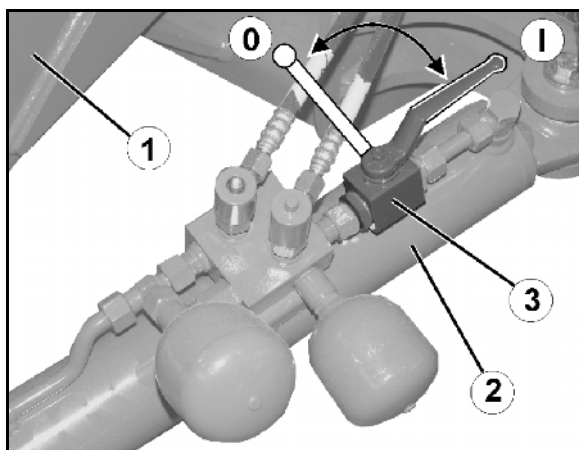

Fig. 92
4. Asegurar el brazo de dirección (Fig. 92/1) cerrando la llave de bloqueo (Fig. 92/3) en la posición 0.